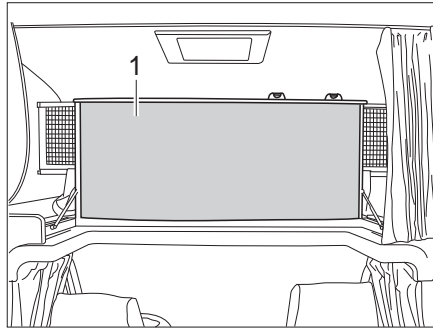

Fig. 122 Letto mansarda, ribaltato verso l'alto
- Ribaltare il letto mansarda (Fig. 122,1) verso l'alto, in avanti. Il letto mansarda viene mantenuto nella posizione superiore dalle molle a gas.